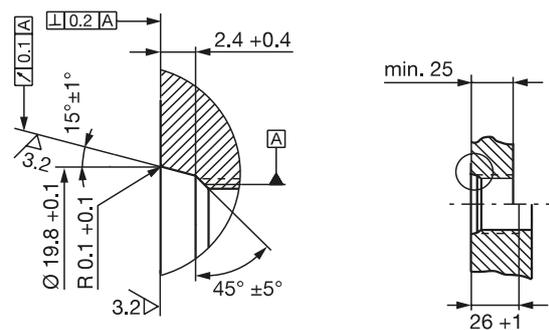

Bild 4-3: Einschraubloch M18x1.5 nach ISO 6149 O-Ring 15.4x2.1
- ▶ Einschraubloch mit Gewinde (gegebenenfalls Ansenkung für den O-Ring) gemäß Bild 4-3 herstellen.